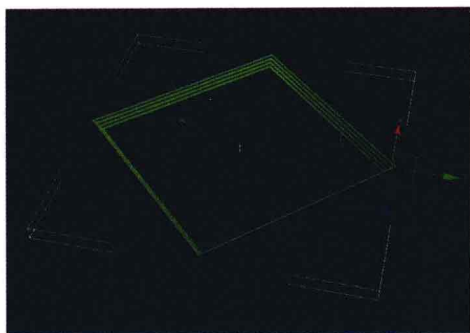

图 1-5
4. 在【车削命令参数面板】中，将【Segments】（线数）设置为 4，表示 4 个边，将【Direction】设置为【Y 轴】，并将【Align】（对齐）方式改为【Max】（最大）方式，按下键盘数字“1”键，进入【车削】的次级修改层，用【移动】工具框选场景中的物体，沿 Y 轴向左边移动，得到相框效果。如果相框太厚，退出车削的修改层级后，选择【缩放】 工具，在【Left】（左）视图中，沿 Y 轴向下缩放，使其变薄，最后效果如图 1-5 所示。